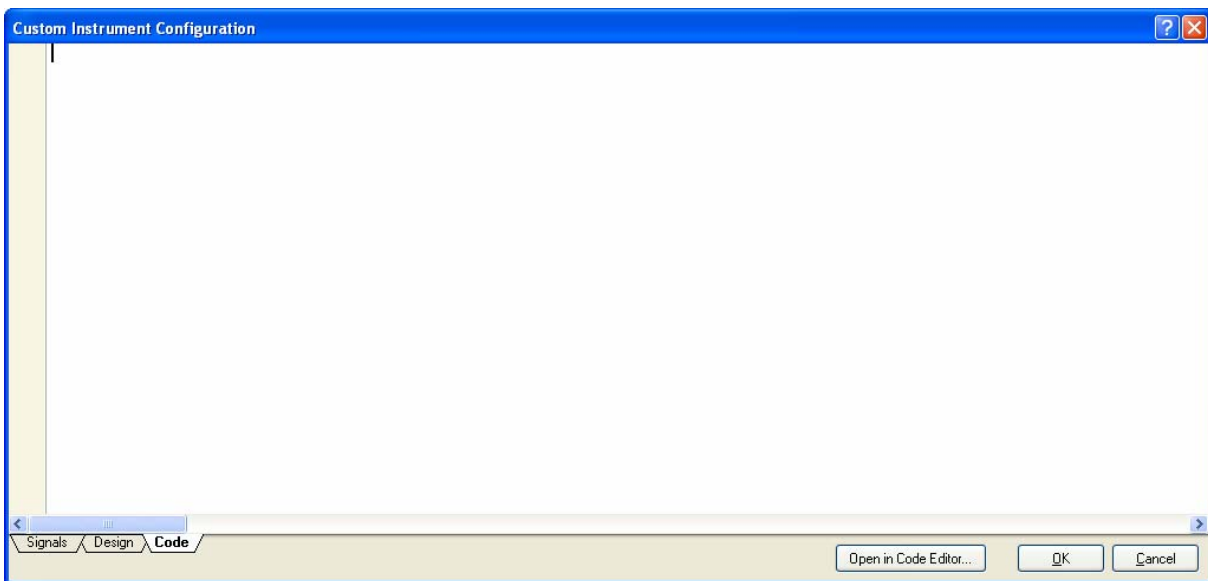

図 9. Code タブ - DelphiScript コードを作成するための領域
1. Custom Instrument Configuration ダイアログの下部にある Code タブをクリックします。スクリプトの内容を記述するための空白のページが表示されます (図 9)。